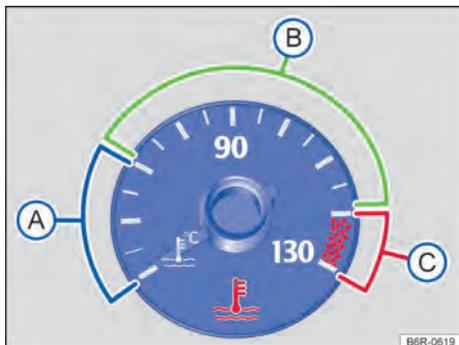

Fig. 194 Indicador de temperatura do líquido de arrefecimento do motor no instrumento combinado: (A) área fria; (B) área normal; (C) área de advertência.
Enquanto o ponteiro do indicador de temperatura do líquido de arrefecimento do motor estiver na zona fria \Rightarrow Fig. 194 (A), o motor não está aquecido à temperatura operacional e deve-se evitar rotações elevadas do motor, bem como forte demanda do motor.
| Piscando | Posição do ponteiro \Rightarrow Fig. 194 | Causa possível | Solução |